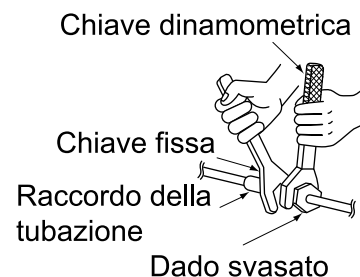

Fig. 13
- Quando si collegano i tubi all'unità o li si scollega da essa, utilizzare sempre sia una chiave inglese, sia una chiave dinamometrica, come mostrato nel disegno. **(Fare riferimento alla Fig. 13)**